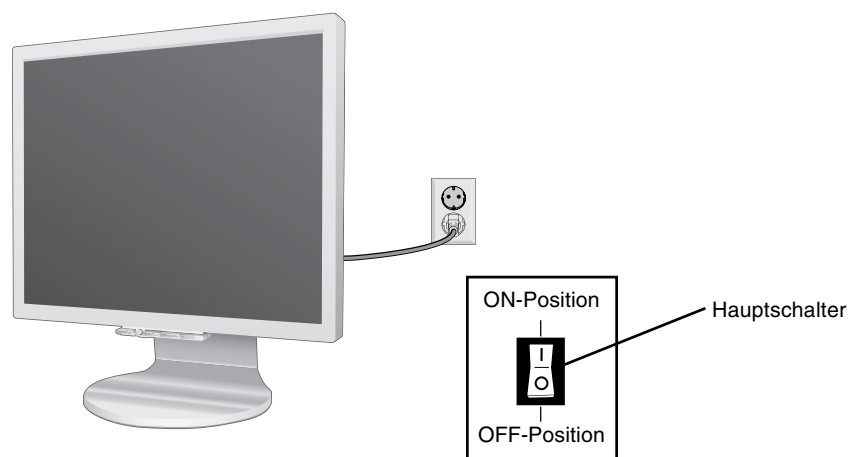

Abbildung D.1
10. Schließen Sie das Netzkabel an die Steckdose an (**Abbildung D.1**).
11. Der Hauptschalter auf der Rückseite des Monitors muss eingeschaltet sein (**Abbildung D.1**). Schalten Sie den Monitor mit dem Netzschalter auf der Vorderseite ein, und schalten Sie den Computer ebenfalls ein.